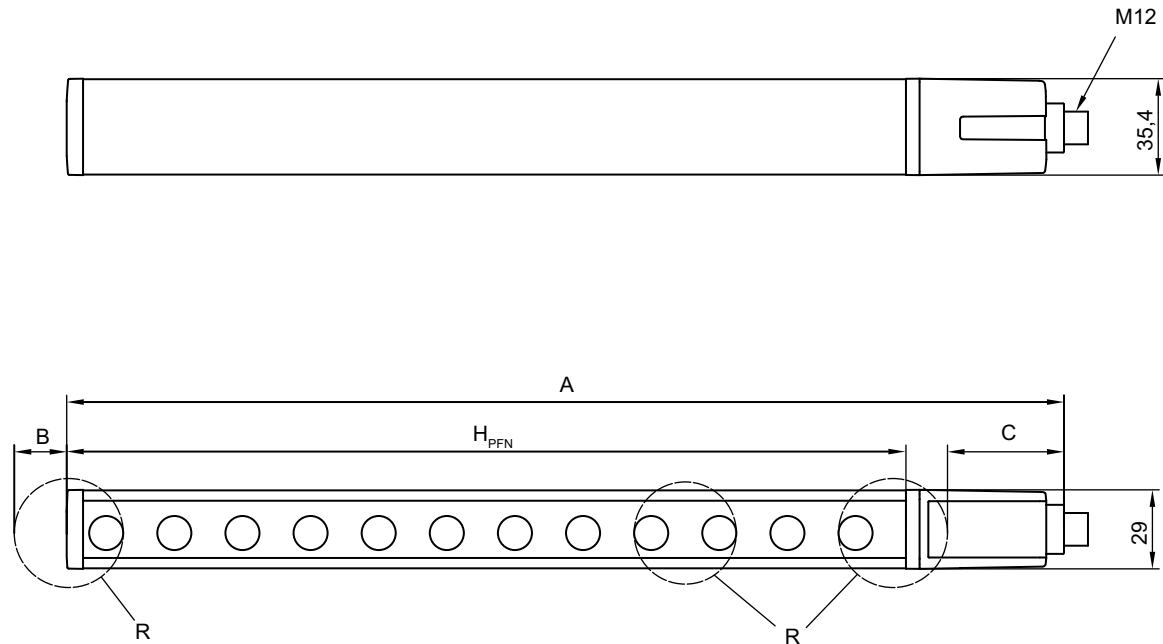

Figura 14.1: Medidas del emisor y receptor
Dimensiones	ver figura 14.1 y ver tabla 14.6
b) altura total, ver figura 14.1